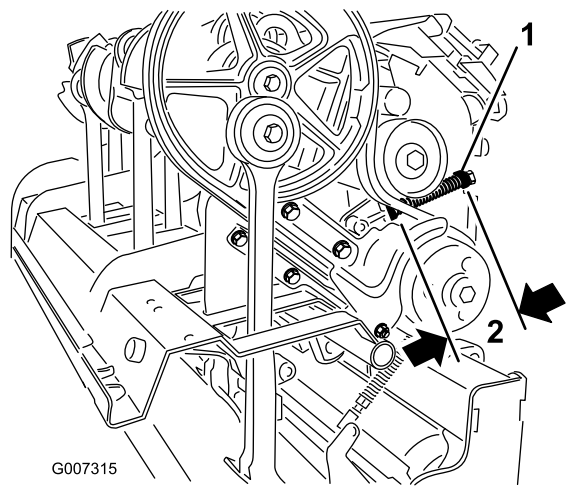

Bild 35
- D. Stellen Sie den Federhalter so ein, dass Sie die gewünschte Länge der zusammengedrückten Feder erhalten (**Bild 35**).
- C. Lösen Sie die Sicherungsmutter, mit der der Federhalter befestigt ist (**Bild 35**).